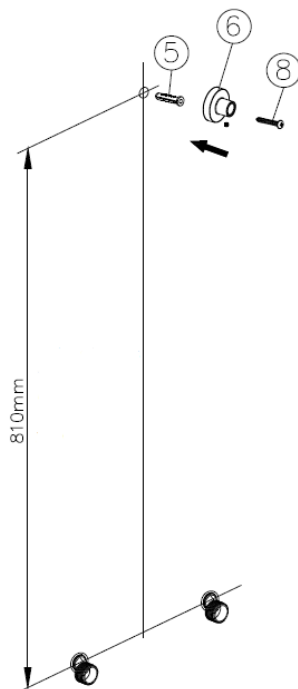

Рисунок 3
10. Наметьте и просверлите отверстие для крепежа душевой стойки согласно схеме (Рисунок 3). Отверстие располагается посередине между эксцентриками на высоте 810 мм.